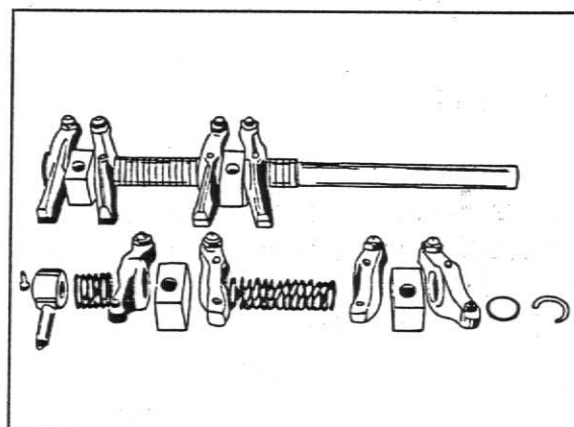

Fig.10
4. Monte as molas, os suportes e os balancins, fig.10.